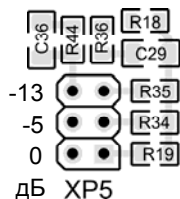

Рисунок 4
- уровень выходного сигнала минус 13 дБ - разъем ХР5, конт. 5-6 (рис. 4);
- уровень выходного сигнала минус 5 дБ - разъем ХР5, конт. 3-4 (рис. 4);
- уровень выходного сигнала 0 дБ - разъем ХР5, конт. 1-2 (рис. 4);